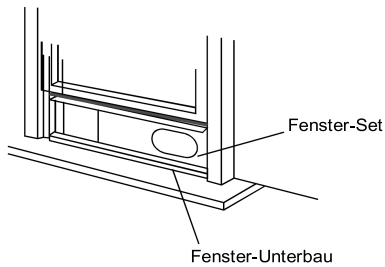

Abb.10
3. Schneiden Sie die Schaumstoffdichtung (selbstklebend) auf die richtige Länge und bringen sie oben am Fenster an. Gezeigt in Abb.10.